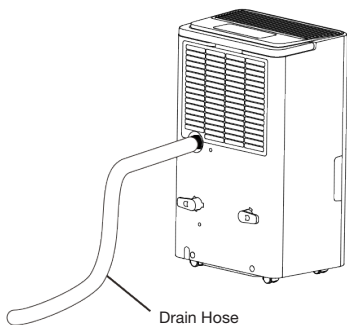

fig. 3
2. Installer le tuyau d'évacuation sur le connecteur ; (fig. 3)